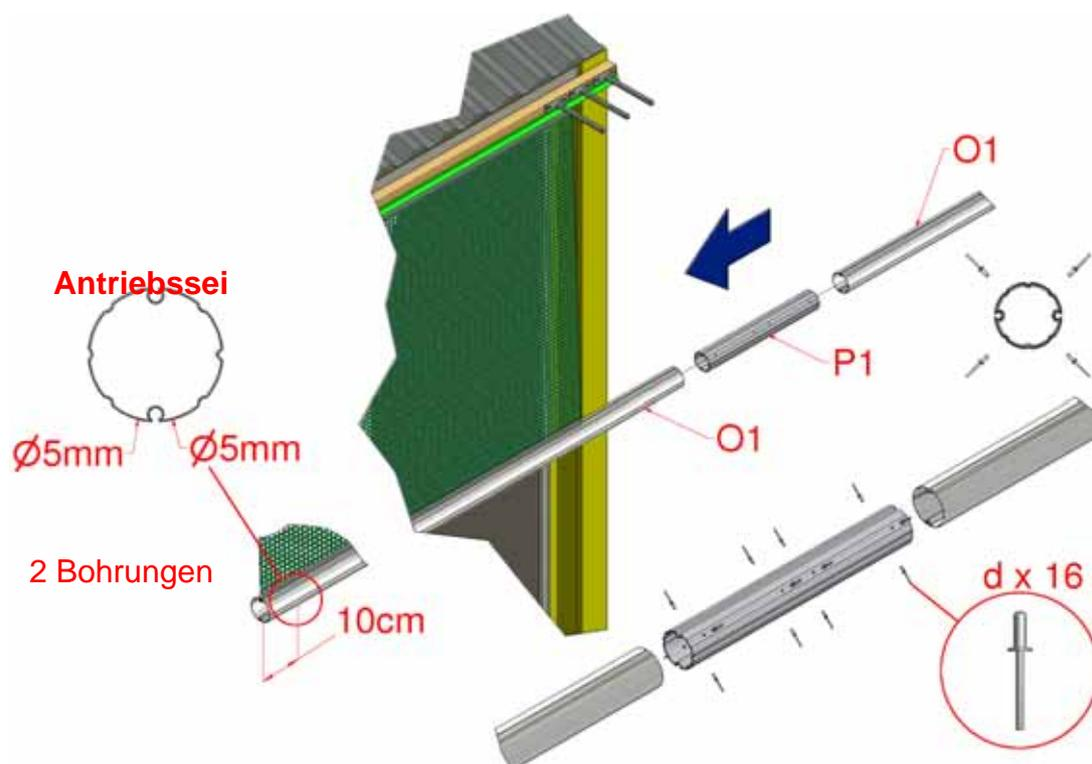

Abbildung 11a: Einschleiben und Verbinden des Rollrohrs
- 3.4 Schieben Sie die Rohre (O1) (bei Einzelmotorantrieben von der dem Antrieb entgegengesetzten Seite aus) in Richtung Antrieb auf. Setzen Sie dabei zwischen allen Abschnitten des Rohrs in gleichen Abständen einen Rohrverbinder (P1) ein, und befestigen Sie sie mit den Edelstahlnieten (d) (siehe Abbildung 11a).